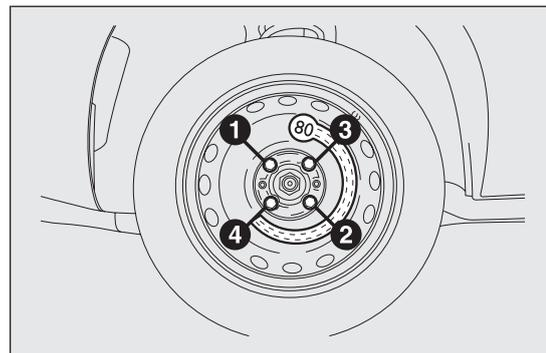

fig. 147
- con la llave suministrada, apretar a fondo los pernos, pasando alternativamente de un perno al diametralmente opuesto, siguiendo el orden numérico ilustrado en fig. 147.
- utilizando la llave suministrada, apretar a fondo los pernos según el orden representado anteriormente para la rueda de repuesto (ver fig. 147);